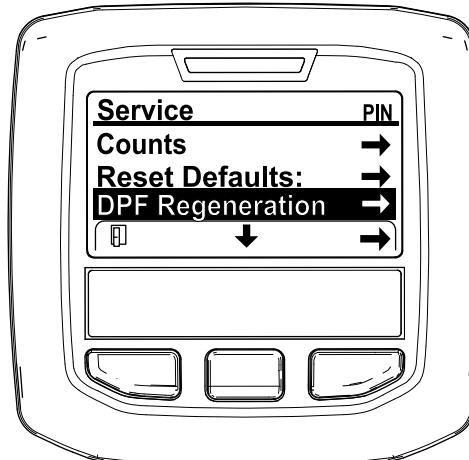

Figura 32
- No MENU DE MANUTENÇÃO, prima o botão do meio até surgirem as opções de REGENERAÇÃO DO DPF e prima o botão direito para selecionar a opção de REGENERAÇÃO DO DPF (Figura 32).